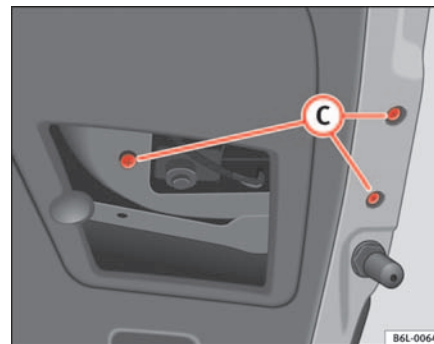

Fig. 154 Feu arrière dans le hayon
- Extraire les vis (C) ⇒ page 228, fig. 154 et déconnecter le connecteur.